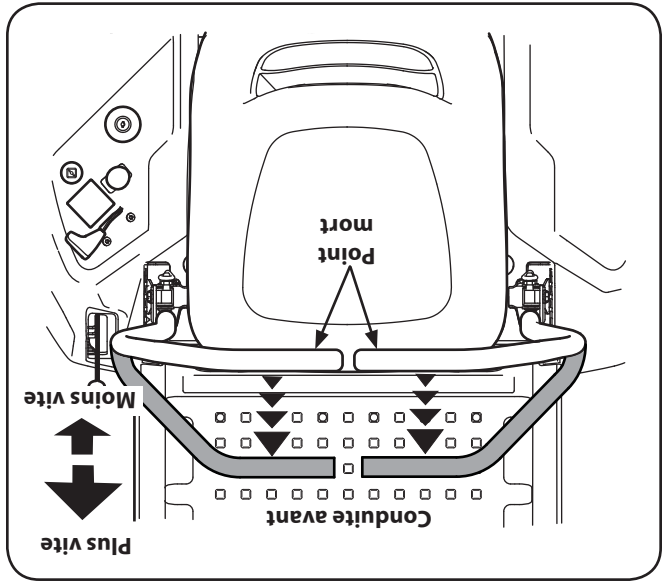

Figure 5-3
- Déplacez les deux leviers de direction lentement et en douceur vers l'avant. Le tracteur commencera à avancer. Voir la Figure 5-3.